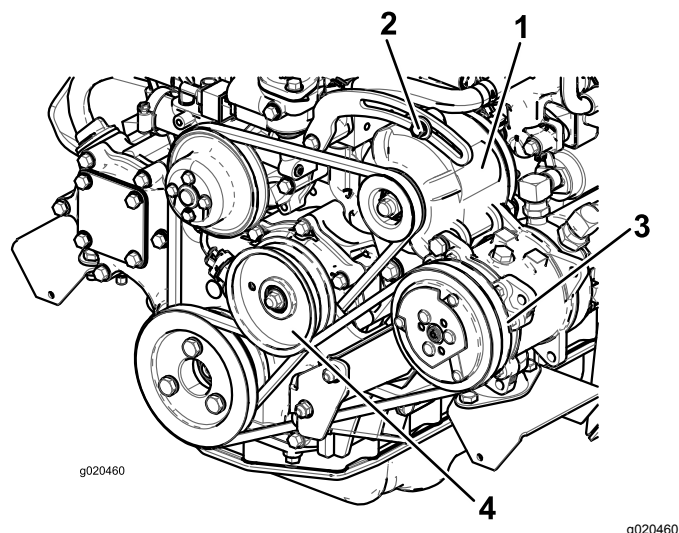

Figura 100
Se la flessione non è di 10 mm, allentate i bulloni di fissaggio dell'alternatore (Figura 100).
Controllate lo stato e la tensione della cinghia (Figura 100) ogni 100 ore di servizio.
2. Se la flessione non è di 10 mm, allentate il bullone di fissaggio della puleggia tendicinghia (Figura 100). Aumentate o riducete la tensione della cinghia del compressore e serrate il bullone. Controllate di nuovo l'inflessione della cinghia per accertare che sia esatta.